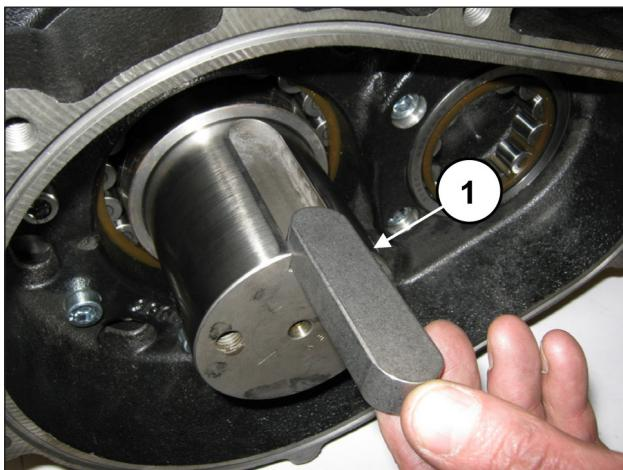
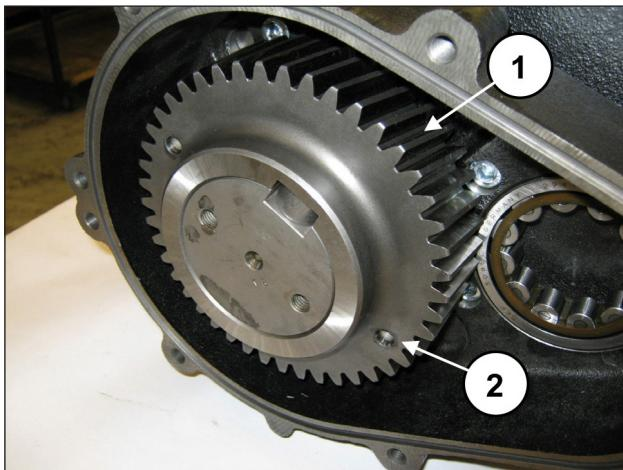

Fig. 74
Fig. 75
Introducir la lengüeta 22x14x80 en el alojamiento del eje (pos. ①, Fig. 74) e introducir la corona en el eje (pos. ①, Fig. 75).
Montar la corona de modo que los dos orificios M8 utilizados para la extracción estén orientados hacia la parte externa de la bomba (pos. ②, Fig. 75).